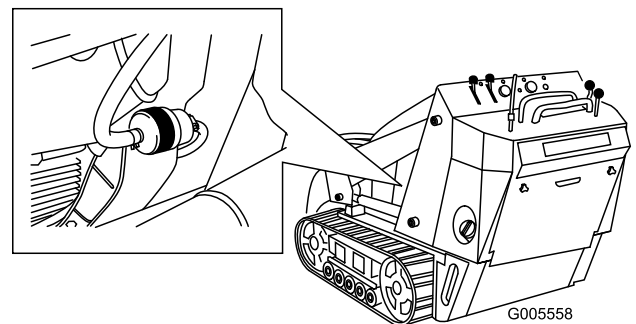

Bild 40
- Klemmen Sie die Kraftstoffleitungen auf beiden Seiten des Kraftstofffilters fest (Bild 40).
- Drücken Sie die Enden der Schlauchklemmen zusammen und schieben Sie sie vom Filter weg (Bild 40).